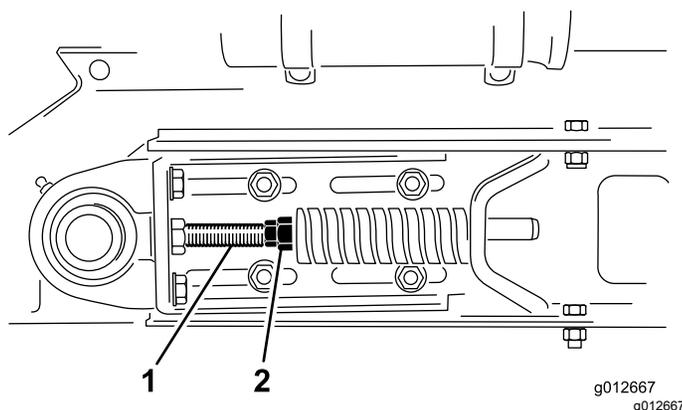

Рисунок 25
1. Ослабьте передние и задние контргайки на натяжной тяге, чтобы сбросить натяжение пружины (Рисунок 25).